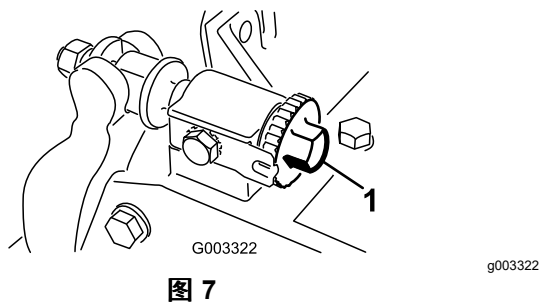

图 7
- A. 顺时针旋转底刀架调节螺丝图 7 一次调整一格直到感觉并听到轻微的接触。
13. 在滚刀与底刀之间插入一长条剪切性能纸 Toro 零件号 125-5610 纸要与底刀垂直图 7 然后缓慢向前旋转滚刀此操作应能切断性能纸如果不能将每个底刀架调节螺栓都顺时针旋转 1 格直至切断为止。